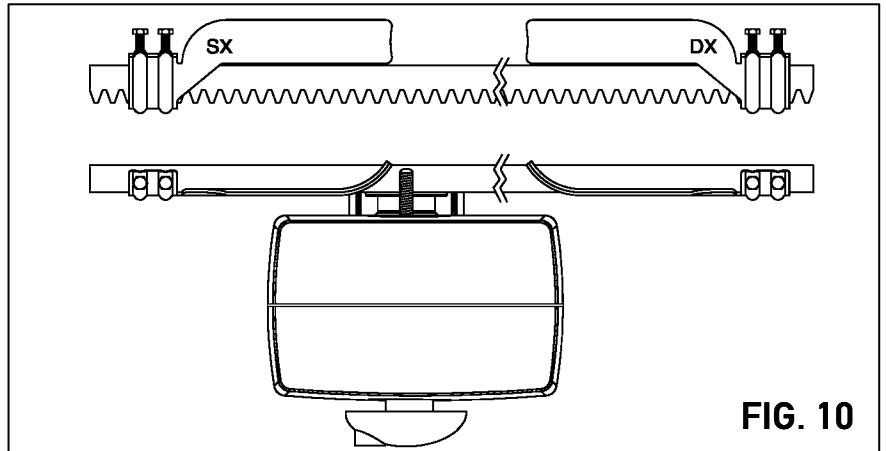

FIG. 10
- Posicione la abrazadera del interruptor de final de carrera (I) de tal manera que el operador se detenga en la posición deseada (el operador se detiene cuando al resorte del interruptor de final de carrera lo empuja la abrazadera del interruptor de final de carrera) (Fig. 10). Las abrazaderas del interruptor de final de carrera se posicionan por lo general en los dos extremos de la cremallera.